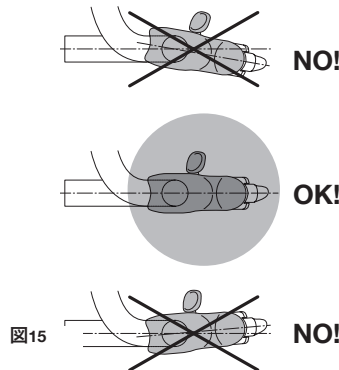

図15
- ・ エルゴパワーのハンドル・バーへの取り付けに緩みが出たり、正しい位置に固定されていない場合 (図15)